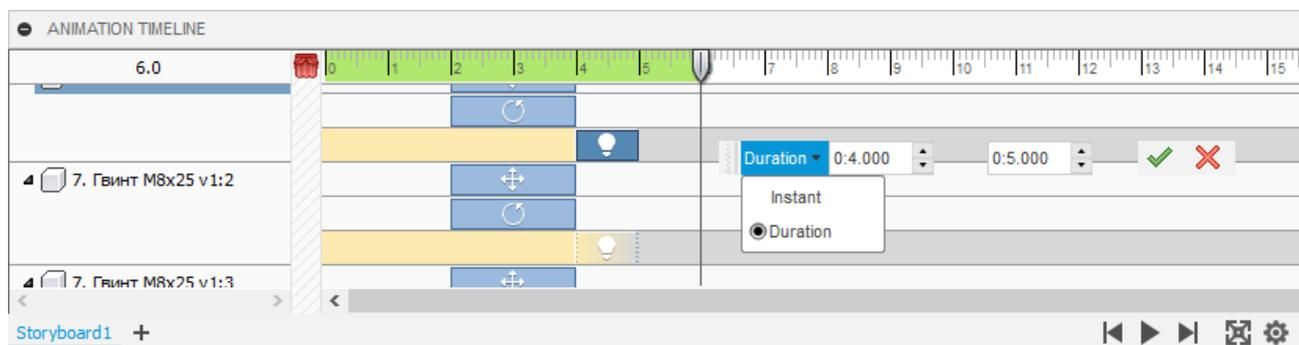

Рис.15.4. Налаштування затухання гвинтів
3. Починаючи з 4-ї секунди зробіть плавне затухання гвинтів кулачків за допомогою інструмента «Show/Hide»  Show/Hide. Оберіть всі 6 гвинтів і в налаштуваннях задайте «Duration», час початку 4 с., кінця – 5 с. (рис. 15.4).